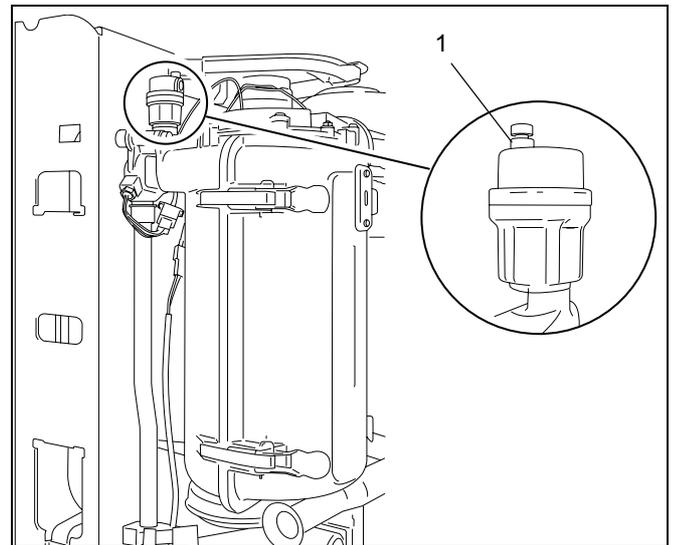

Fig. 16 Purgeur automatique
L'appareil de chauffage est équipé d'un purgeur automatique (fig. 16) servant à purger l'appareil. Dans certains cas, il peut s'avérer nécessaire d'équiper l'installation de chauffage de dispositifs de purge supplémentaires en plus des purgeurs existant sur les différents radiateurs.
- Desserrer le bouchon du purgeur automatique en haut à gauche (fig. 16, pos. 1) d'une rotation.